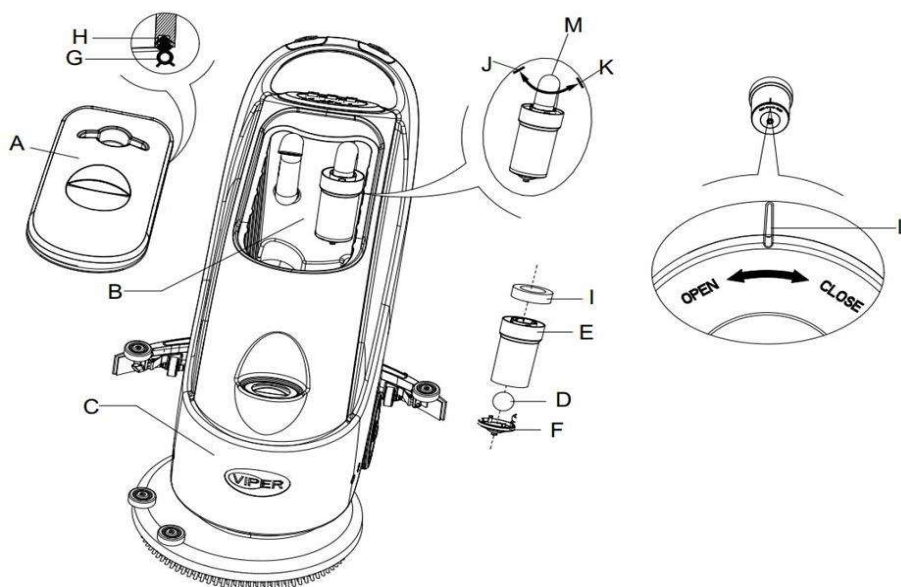

Figura 11
2. Presione el interruptor de encendido (38) en posición "O" para apagar la máquina.
3. Abra la tapa del tanque de recuperación (A, Figura 11) y retire el dispositivo del flotador (36) del tanque de recuperación.
4. Use agua fresca para lavar la tapa del tanque de recuperación (A), el tanque (B y C), y el bastidor del filtro del flotador (E). A través del Tubo de Recuperación (15), vacíe toda agua del tanque.
5. Si hace falta, siga los símbolos "Abierto" y "Cerrado" como se indica en la **Figura 11**, abra la tapa inferior (F) del filtro del flotador y limpie el flotador (D), su filtro, el bastidor (E), y la esponja del filtro. Después de limpiar, fije el flotador sobre el bastidor del filtro (E), luego alinee la ranura marcada (L) de la tapa inferior (F) del filtro del flotador con la ranura marcada (L) del bastidor del filtro (E). Apriete la tapa inferior (F) del filtro del flotador y fije la esponja del filtro (I) sobre el bastidor (E), y luego sobre la manguera de aspiración (M).
6. Compruebe la integridad del anillo de sellado (G) de la tapa del tanque de agua.
Si es necesario, la tira de sellado del tanque de agua (G) se puede sacar de la ranura (H) y ser reemplazada. A la hora de ensamblar una nueva tira de sellado del tanque de agua, como indica la Figura 11 más abajo, instale el conector en la sección central de la parte posterior.
7. Compruebe si la superficie de recepción de la tira de sellado (G) está intacto y sella adecuadamente.
8. Cierre la tapa del tanque de recuperación (A).